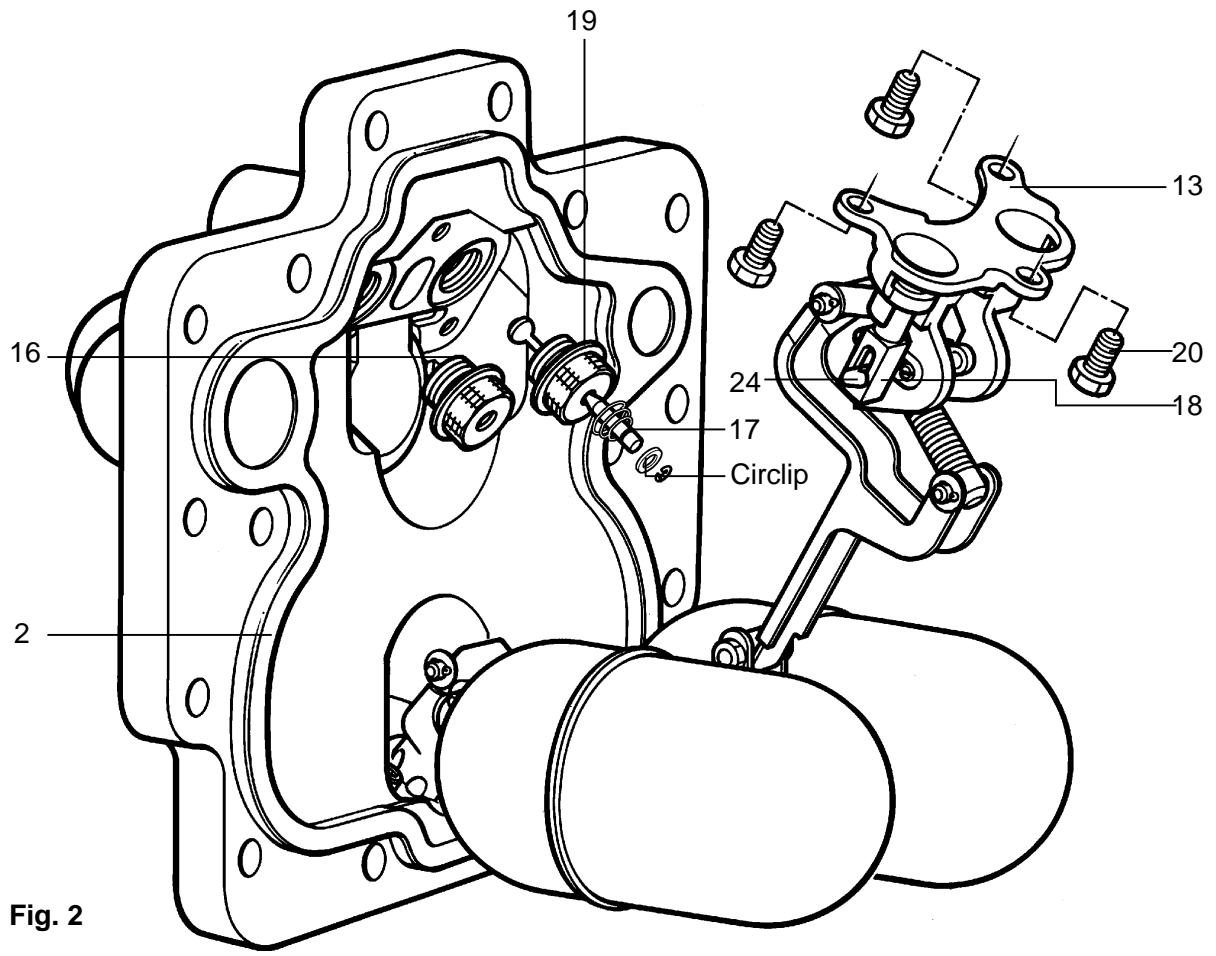
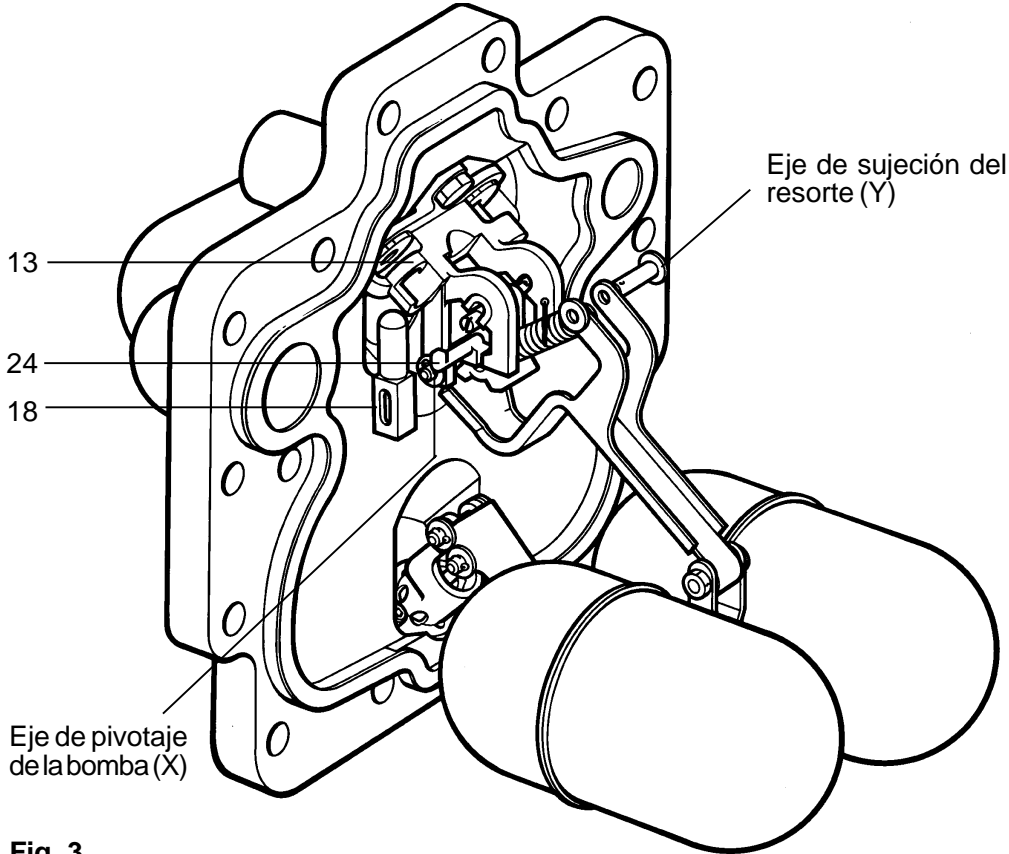

Fig. 2
Fig. 3
3. Con cuidado quite el anillo de seguridad y el resorte (item 27) del extremo de la válvula de entrada de vapor (item 17).
4. Desmonte los tres tornillos de M8 (items 20) con una llave de 13 mm E/C.
9. Ambos asientos (items 16) son idénticos. Inserte la nueva válvula (item 17) según la Fig. 2, situando su esfera en el extremo roscado del nuevo asiento.
10. Coloque una junta metálica nueva (item 19) en la rosca del asiento antes de apretarlo a la tapa.
15. Para desmontar la válvula de salida (item 18), quite el pasador, arandela y ejes (X e Y) de los puntos de pivoteo del resorte superior y de bomba (Ver Fig. 3).
17. Baje el brazo del actuador por sus ranuras hasta que el resorte hasta que el conjunto resorte y brazo del actuador con la válvula de salida quede libre. Puede ser necesario hacer deslizar la válvula de salida hacia atrás contra su resorte interno para liberarlo de la guía del soporte de bomba (item 13).
18. Alinee la ranura de la válvula de salida (item 18) con la espiga del brazo actuador (item 24) (Ver Fig. 3).